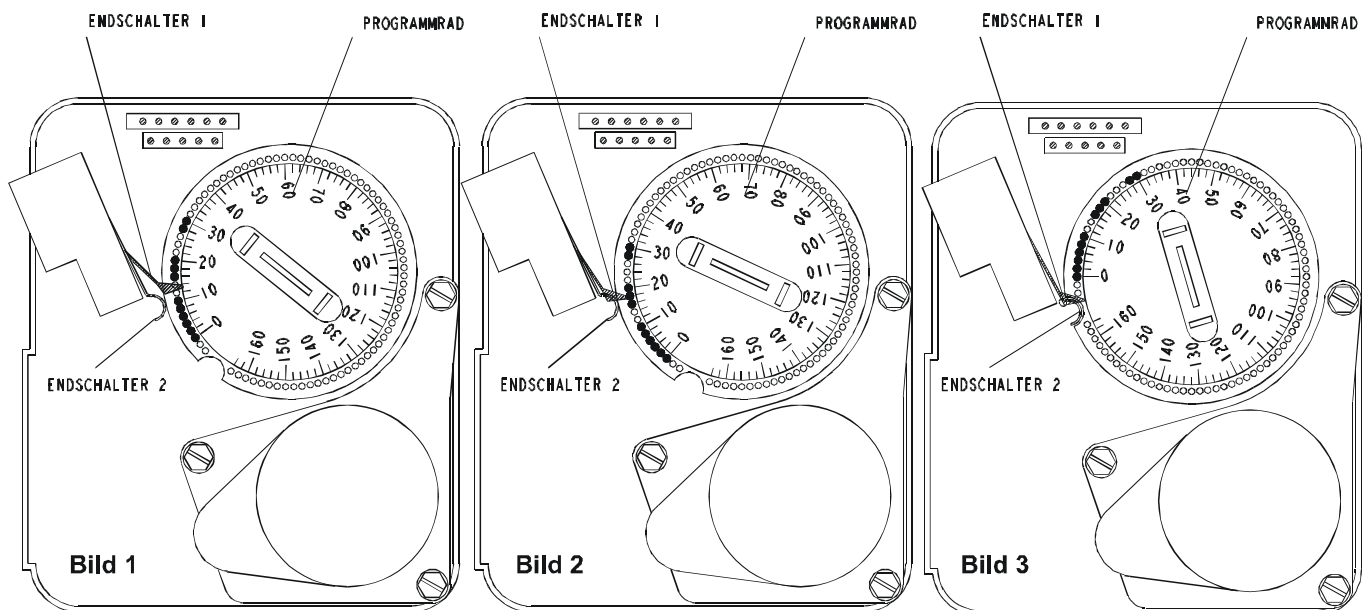

Abb. G-1: Zeitsteuerung Rückseite
- Timer nach rechts wegklappen und 10 Minuten warten bis Endschalter 1 frei ist (Abb. G-1, Bild 1) und der Stellmotor des Steuerkolbens steht.
- Warten, bis Endschalter 1 wieder gedrückt ist (Abb. G-1, Bild 2) und der Stellmotor des Steuerkolbens steht.
- Die Enteisungs-/Entmanganungsanlage GENO-mat MN-Z befindet sich wieder in Betriebsstellung, wenn Endschalter 1 und Endschalter 2 frei sind (Abb. G-1, Bild 3).